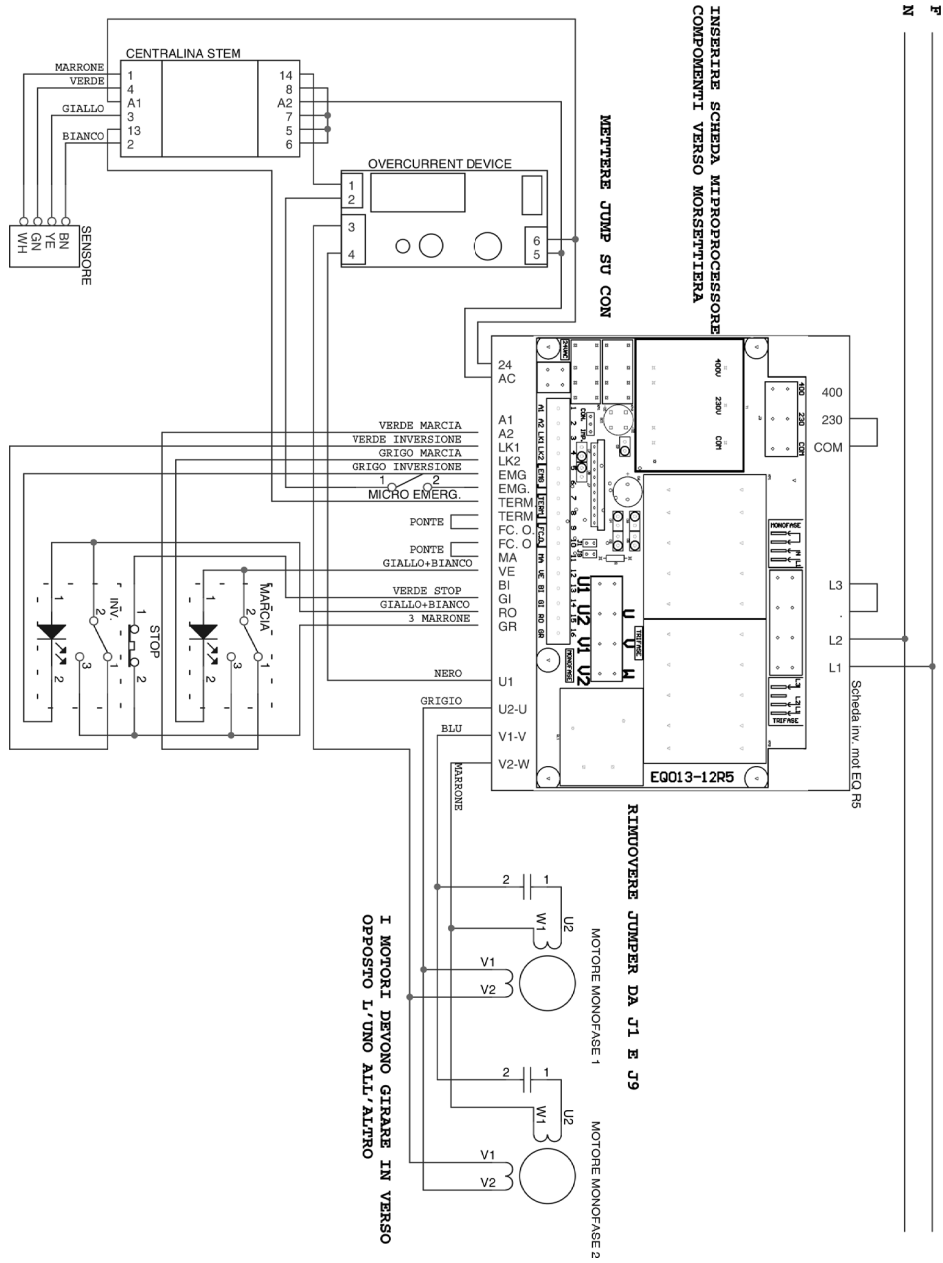

Fig. 2.4.2
2.4.2 - Schema elettrico monofase a 230V (Fig. 2.4.2)